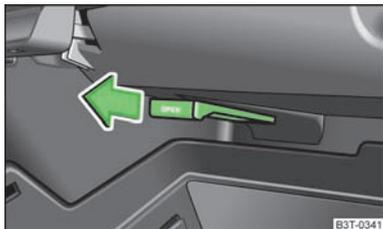

Fig. 89
- Il flusso d'aria sarà attivato tirando la leva nella direzione indicata dalla freccia » fig. 89.